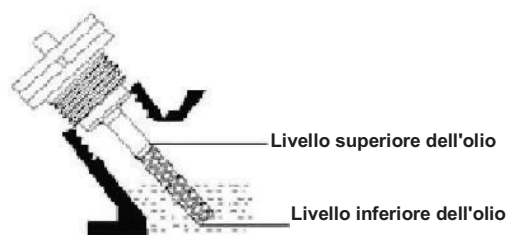

Figura 2 - Apertura di riempimento dell'olio, asta di livello e livello dell'olio
2. Aprire il pannello di accesso. Rimuovere l'asta di livello dal motore. *Figura 2:*
3. Aggiungere lentamente l'olio per portare il livello al superiore. *Figura 2:*
5. Aggiungere lentamente altro olio e ripetere il punto 4 fino a quando il segno dell'olio raggiunge la parte superiore dell'asta di livello (Figura 2). Non riempire eccessivamente il carter. Il generatore è dotato di un sensore di basso livello di olio e non si avvia se la quantità di olio è sufficiente.